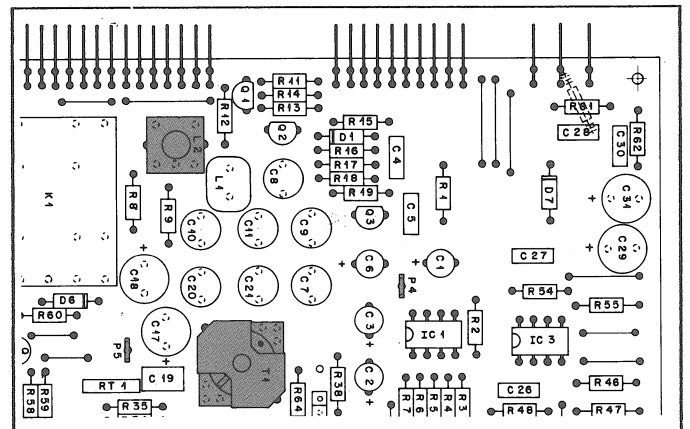

Fig. 11
- Das Multimeter (-) an P5 (Fig. 14), (+) an Messpunkt 37 (EXT. BOARD) anschliessen. Oszilloskop-Sonde an P4 (Fig. 11), Masse an Messpunkt 39 (EXT. BOARD) anschliessen.
- Mit T1 (Fig. 11) auf Spannungsminimum am Multimeter abgleichen.
- Mit L2 (Fig. 11) auf HF-Minimum am Oszilloskop abgleichen.